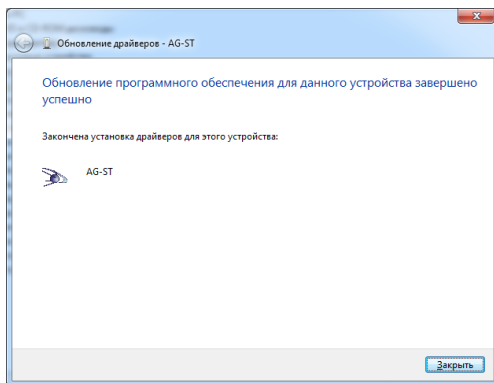

Рис.4. Установка драйверов завершена.
8. После успешной установки драйверов система распознает подключенное устройство (рис.4). Для завершения работы с Мастером обновления нажмите кнопку «Закрыть».